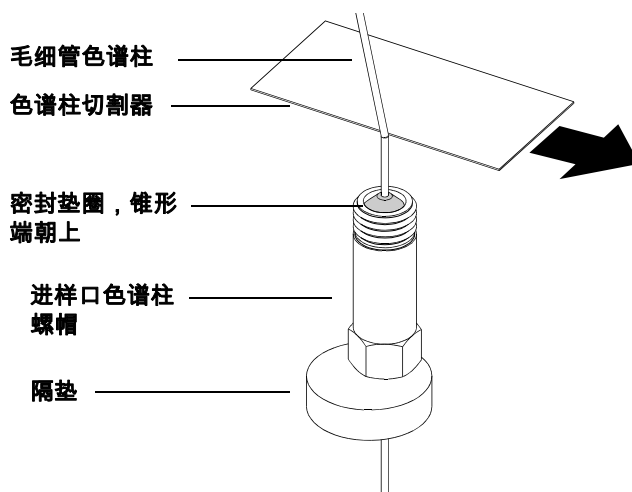

图 2 准备安装毛细管色谱柱
- 2 带上干净的手套，将隔垫、色谱柱螺帽和老化的密封垫圈滑入色谱柱的自由端（图 2）。垫圈的锥形端必须朝向远离色谱柱螺帽的一端。